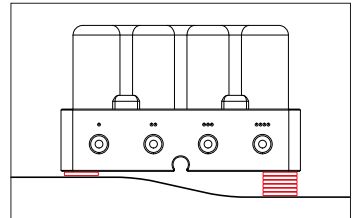

Abb. 5: Ausgleich Montagefläche
3. Befestigen Sie den Ventilblock mit dem mitgelieferten Montagekit. Wenn die Montagefläche nicht eben ist, fügen Sie Unterlegscheiben oder ein Distanzstück hinzu, um die Fläche auszugleichen (Abb. 5). In diesem Fall müssen evtl. zusätzliche Befestigungsschrauben gekauft werden.